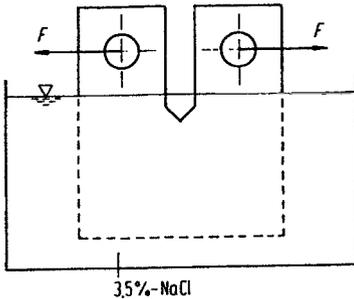

Bild A 6.3
- Fr die Durchfhrung von Bruchmechanikversuchen in korrosiven Medien gelten alle Regeln, wie sie bereits in Kap. 4.6.3 dargestellt worden sind. Versuchstechnisch sind lediglich leicht abgewandelte Formen der Proben oder z.B. ein horizontaler Aufbau der Versuchsmaschine fr die Anbringung des korrosiven Mediums notwendig, (siehe Bild A 6.3).